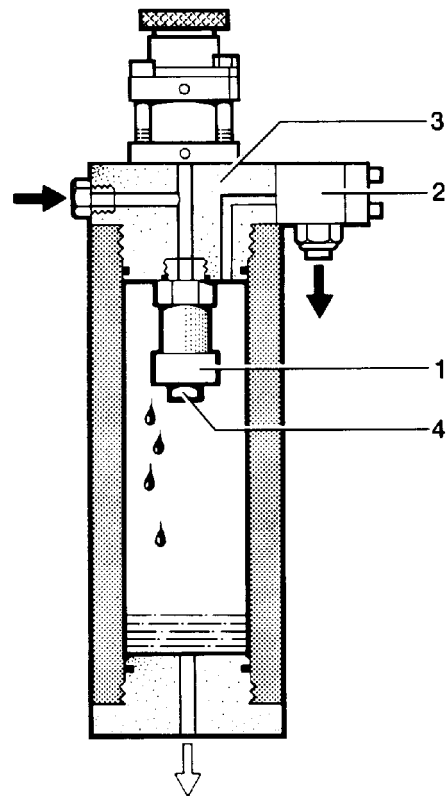

Abb. 29 Öl- und Wasserabscheider
Die aus der letzten Stufe kommende Druckluft wird im Nachkühler auf ca. 10 bis 15 °C über Umgebungstemperatur rückgekühlt und tritt dann in den Öl- und Wasserabscheider ein, siehe Abb. 29. Der Öl- und Wasserabscheider ist mit einer Sintermetall-Mikropatrone (1) ausgestattet, durch die flüssige Öl- und Wasserteilchen zuverlässig ausgefiltert werden.
Ausbau der Mikropatrone (siehe Abb. 29):